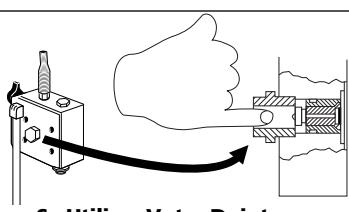

Figure 6 - Utiliser Votre Doigt pour Vérifier la Tige de Soupe D'Admission
5. Enlever le Capuchon de la Soupe D'Admission avec votre doigt le plus petit et appuyer sur la Tige de Soupe D'Admission pour assurer un mouvement libre (Voir Figure 6).